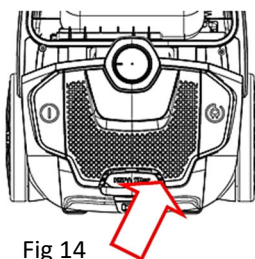

Fig 14
- Pastroni ose ndërtoni filtrin e daljes Hepa:** Hapni mbulesën e daljes dhe hiqni kornizën dhe filtrin HEPA. Lajeni dhe instalojeni pasi filtri të jetë tharë plotësisht (Fig 14 dhe 15).